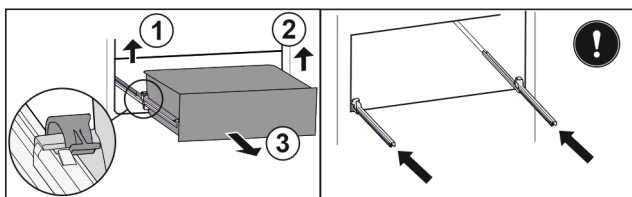

Fig. 182
- ▶ Podignite lijevu stezaljku i istovremeno izvucite ladicu lijevo prema naprijed. Fig. 182 (1)
- ▶ Podignite desnu stezaljku i istovremeno izvucite ladicu desno prema naprijed. Fig. 182 (2)
- ▶ Izvadite ladicu prema naprijed. Fig. 182 (3)